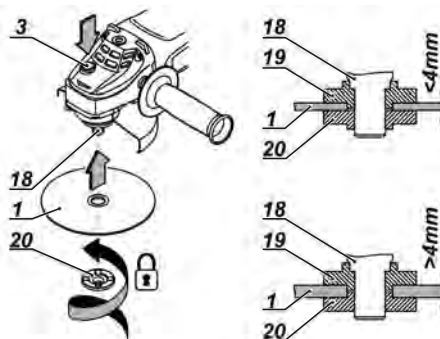

Fig. 5 – Montagem do disco na máquina
- 3 - Coloque o disco (1) (não acompanha a máquina);
- 4 - Coloque a porca (20), para discos com espessura inferior a 4 mm coloque o rebaixo do flange para o lado externo e para discos com espessura superior a 4 mm coloque o rebaixo voltado para dentro (lado do disco), conforme mostra a fig. 5.